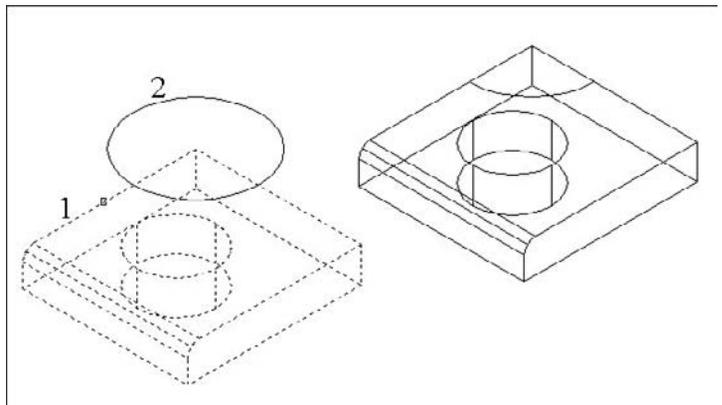

Fig.20.18
**Pour appliquer une empreinte sur un solide en 3D, la procédure est la suivante (fig.20.18) :**
- 5 Appuyez sur la touche Entrée pour conserver les objets initiaux ou entrer <Y> (O) pour les supprimer : Y (O).